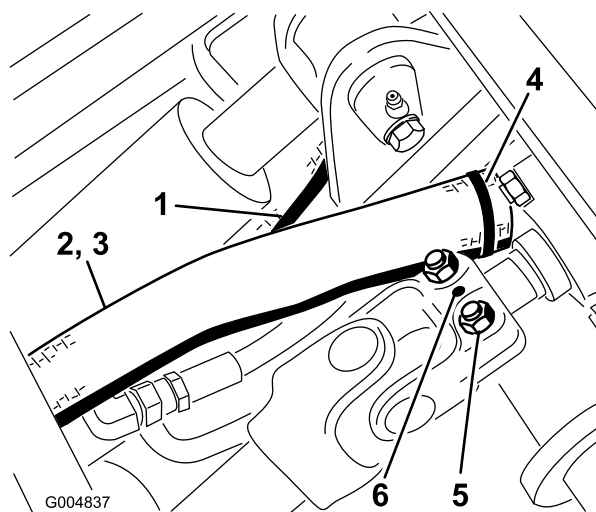

Figura 37
6. Conecte el eje motor al eje de la caja de engranajes del bastidor de invierno y apriete los pernos (5/16 pulgada) a 175-225 pulgadas-libra (20 a 25 N-m). Instale el pasador cilíndrico (Figura 37).